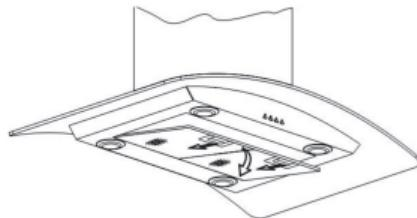

Abbildung 12
– Nehmen Sie die Filter heraus, wie es in der Abbildung 12 gezeigt wird.
1. Nehmen Sie den Al - Filter ab (Abbildung 12).